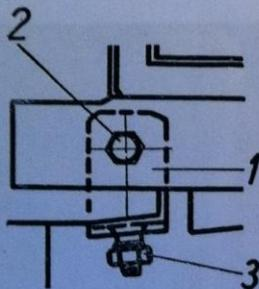

Fig. 146
12. Fixer sur le côté gauche la cornière (fig. 146/1) à l'aide d'un boulon M 8 $\times$ 20 (fig. 146/2) et la rondelle  $\varnothing$  8,2 et l'écrou M 8.
13. Selon les deux orifices ménagés dans cette cornière, percer dans l'aile des orifices de diamètre de 8,2 et visser la cornière sur l'aile par deux boulons M 8 $\times$ 20, par une rondelle Grower  $\varnothing$  8,2 et par l'écrou M 8 (fig. 146/3).